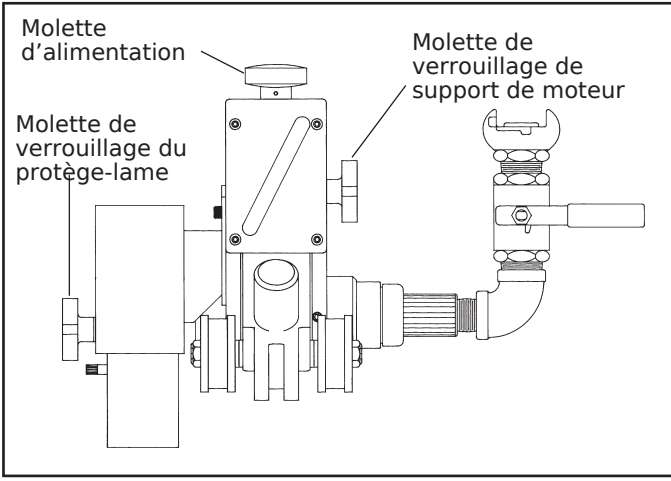

FIG. 4
1. Desserrez la molette de verrouillage de support du moteur. (Fig. 4)
2. Tirez le support de moteur le plus possible vers le haut en faisant tourner la molette d'alimentation dans le sens contraire des aiguilles d'une montre. (Fig. 4)
3. Serrez la molette de verrouille de support du moteur. (Fig. 4)